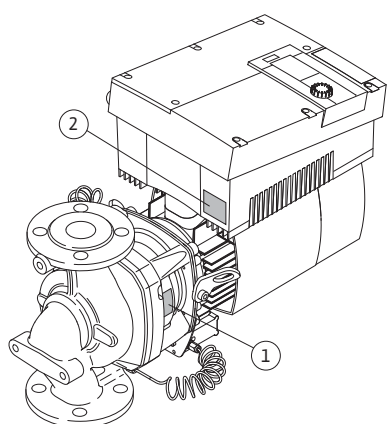

Fig.11: Rozmieszczenie tabliczek znamionowych:
- Tabliczka znamionowa pompy (rys. 11, poz. 1) zawiera numer seryjny (Ser.-No.../...), niezbędny np. przy zamawianiu części zamiennych.
- Tabliczka znamionowa modułu elektronicznego (moduł elektroniczny = inwerter lub przetwornica częstotliwości) (rys. 11, poz. 2) zawiera oznaczenie używanego modułu elektronicznego.